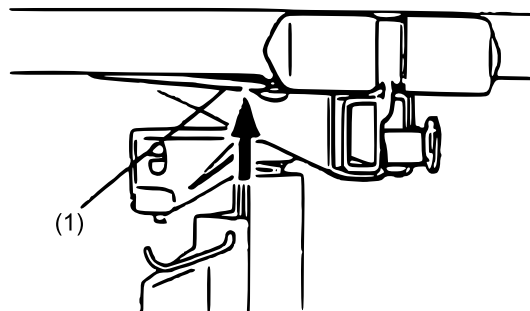

Figure 15
2. Faites glisser les stabilisateurs de la traverse jusqu'à ce qu'ils s'enclenchent (1). Fermez les crochets de soutien du panneau.
3. Retirez les supports de traverse en appuyant sur le compensateur à ressort et en faisant glisser les supports de la douille ajustée (Fig. 15).